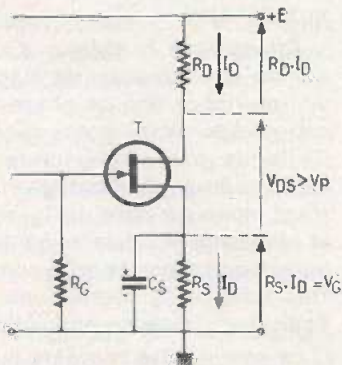
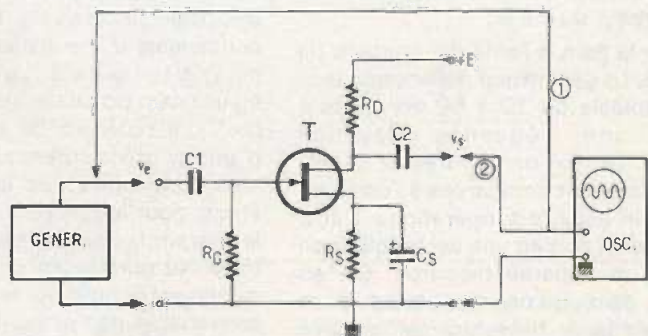

Fig. 5
Fig. 6
A cet effet (fig. 5), on interpose entre source et masse, une résistance de source  $R_S$ , tandis que la grille, dans laquelle ne circule aucun courant, est maintenue au potentiel zéro par la résistance  $R_G$ . Le courant  $I_D$ , traversant  $R_S$ , y crée une chute de tension qui détermine  $V_{GS}$  :
Utiliser le circuit de la **figure 5** en amplificateur de tension, consiste à appliquer le signal d'entrée sur la grille, et à recueillir le signal de sortie sur le drain. Pour éliminer une éventuelle composante continue sur l'entrée et pour ne prélever que la tension alternative sur la sortie, on complètera le schéma de la **figure 5**, comme l'indique la **figure 6**, à l'aide des condensateurs  $C_1$  et  $C_2$  (les autres éléments de cette figure seront commentés plus loin).
- mesurer le gain, à l'aide du montage de la figure 6. Le générateur délivre une tension sinusoïdale de 10 à 50 mV crête à crête, à une fréquence moyenne (1 000 Hz). La tension d'entrée et la tension de sortie sont comparées à l'oscilloscope soit en deux fois (opérations 1 et 2 de la figure 6), soit en une seule fois si on dispose d'un appareil bicourbe. On en déduit le gain, qu'on comparera à sa valeur théorique tirée du calcul. Des erreurs de 10 % à 20 % sont tout à fait normales, et découlent de l'imprécision sur les résistances ( $R_D$ ), et des erreurs sur les mesures précédentes (notamment celle de la pente  $s$ ).